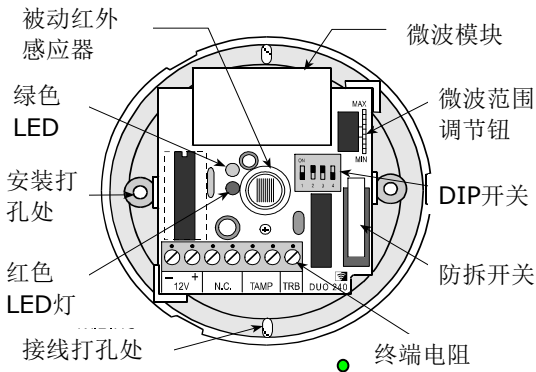
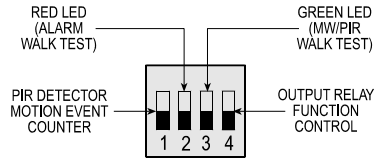

图 3. 内部结构展示
图 5. DIP 开关模式选择器
- B. 将底板对准天花板上的安装位置，如图3所示，标出安装打孔处。
如图3所示，2只LED灯位于镜片之后，打开前盖即可观察到。它们用于在报警与系统错误时发送信号，详情请见表1。
DIP开关的模式选择器处于PC面板上(见图3)。有四个功能键, 如图5所示, 详情请见表2。